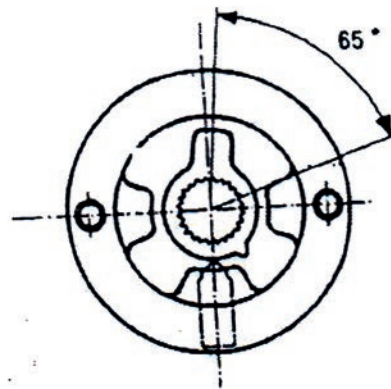
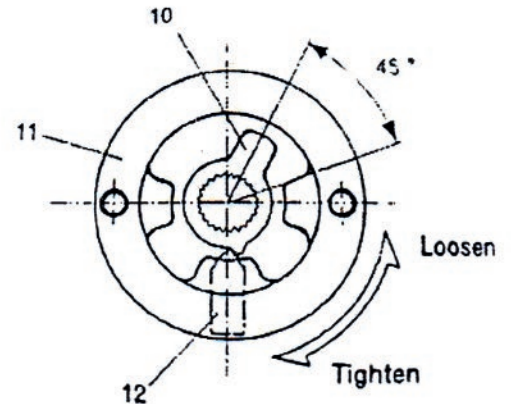

Fig. 9
Fig. 10
- Fijando el trinquete para hacer que la posición de instalación alcance 65°, el cual localizado en la posición del tope del trinquete (ver fig 10), arrastrado, ajuste un claro razonable (gap, hueco o abertura) entre el tornillo de punta esférica y el tope del trinquete (No 10), permitiéndole deslizar y topar, no brincar el tornillo. (ver fig. 9).